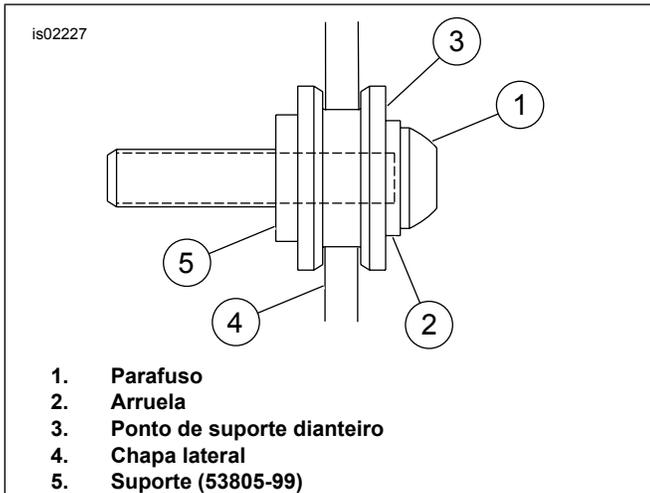

Figura 3. Chapa lateral e ponto de suporte dianteiro totalmente encaixados
2. Veja a Figura 3. Enquanto você está parado atrás da motocicleta, coloque as ranhuras dianteiras do encosto nos pontos de suporte dianteiros. Certifique-se de que as ranhuras assentem totalmente nos pontos de suporte dianteiros.